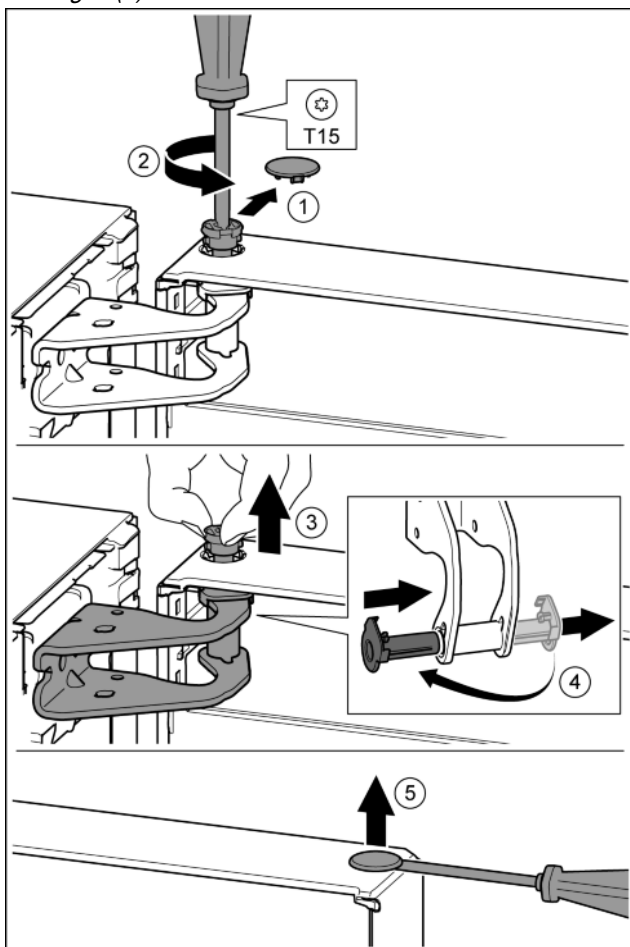

Fig. 9
- Ostrożnie zdjąć osłonę zabezpieczającą. *Fig. 9 (1)*
- Sworzeń wykręcić nieco przy pomocy śrubokręta T15. *Fig. 9 (2)*
- Przytrzymać drzwi i wyjąć sworzeń palcami. *Fig. 9 (3)*
- Tuleję łożyskową wyjąć z prowadnicy. Założyć z drugiej strony i zazębnić. *Fig. 9 (4)*
- Zatyczkę ostrożnie podważyć przy pomocy śrubokręta i wyjąć z tulei łożyskowej drzwi. *Fig. 9 (5)*